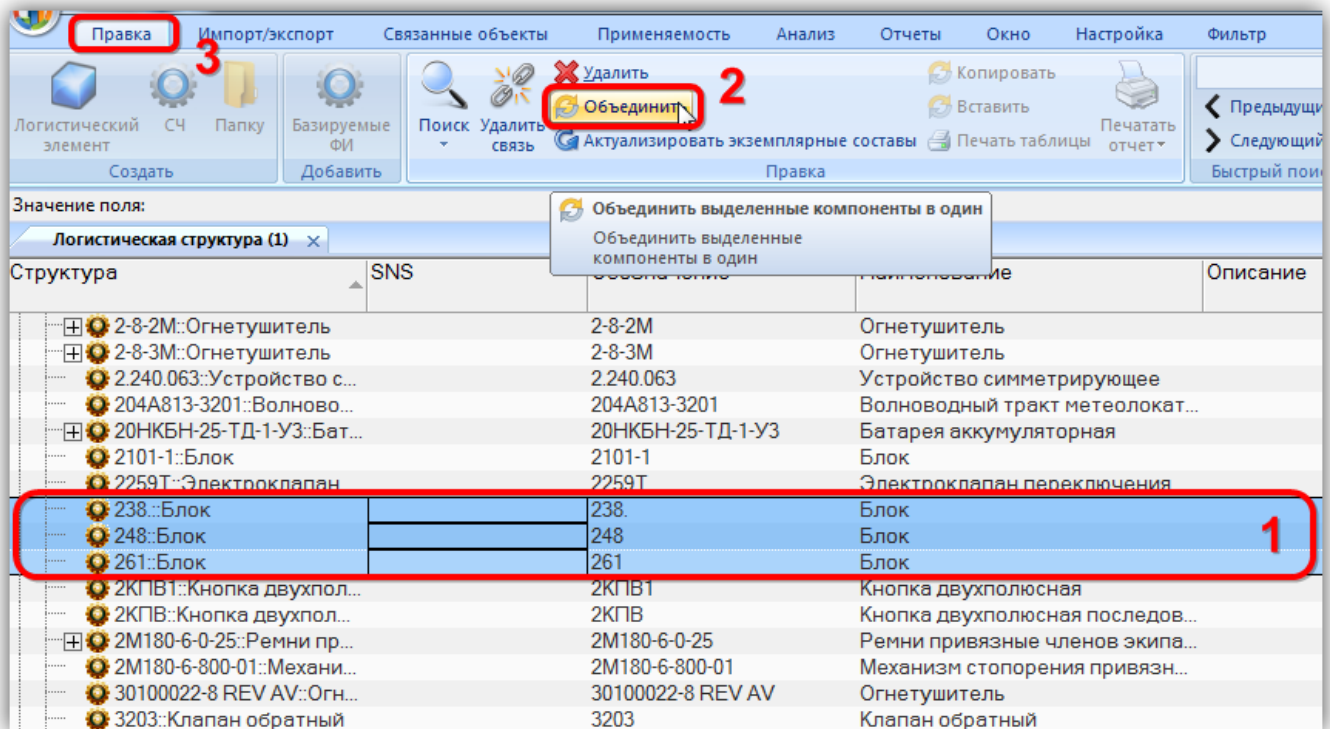

Рис. 10-37 – Объединение нескольких компонентов в один
2) Раскрыть логистическую структуру и выбрать два или более компонентов, которые необходимо объединить в один (1 на рис. 10-37) и нажать кнопку «Объединить» (2 на рис. 10-37) на вкладке «Правка» (3 на рис. 10-37).